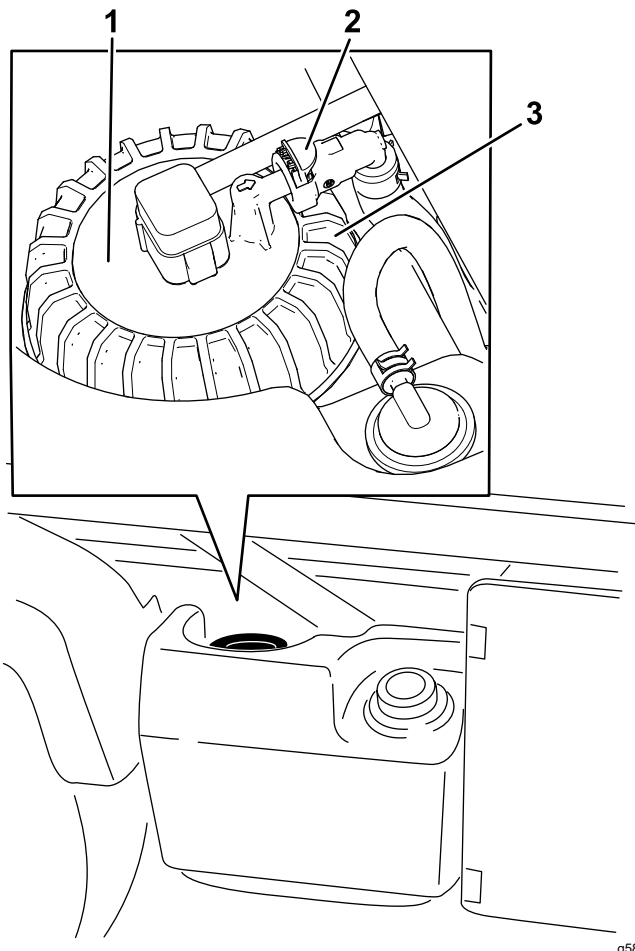

Figura 38
2. Desenchufe los conectores del arnés de cables del conjunto de la bomba de combustible (Figura 38).
3. Desconecte el conector rápido que está en la línea de combustible del conjunto de la bomba de combustible (Figura 38).
4. Desenrosque el tapón de la bomba de combustible de la parte superior del depósito de combustible (Figura 38).
5. Retire el conjunto de la bomba de combustible del depósito (Figura 38).